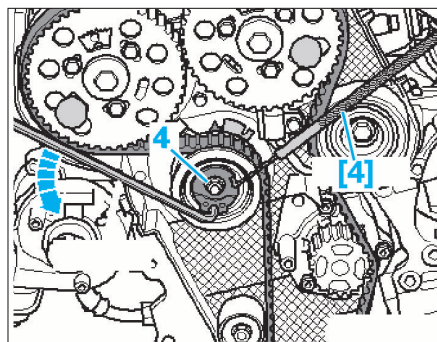

FIG. 20
- [4]. Outil de verrouillage du galet tendeur (ref. T10265) (Fig.20).
- Desserrer l'écrou (4) du galet tendeur (Fig.20).